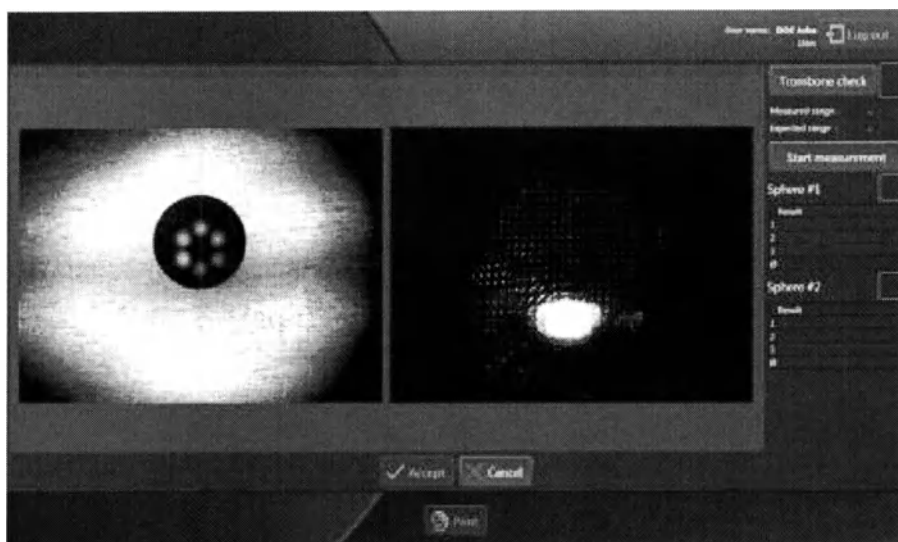

Рис. 62. Выравнивание: недопустимые отражения на элементарной линзе
- недопустимые отражения на элементарной линзе (рис. 62) или